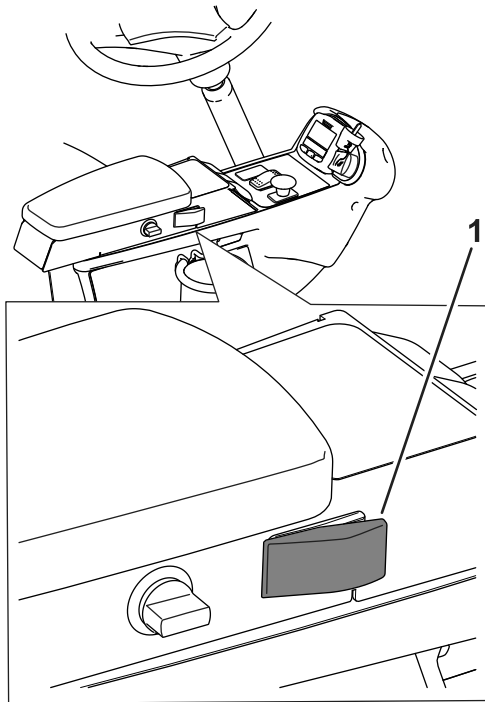
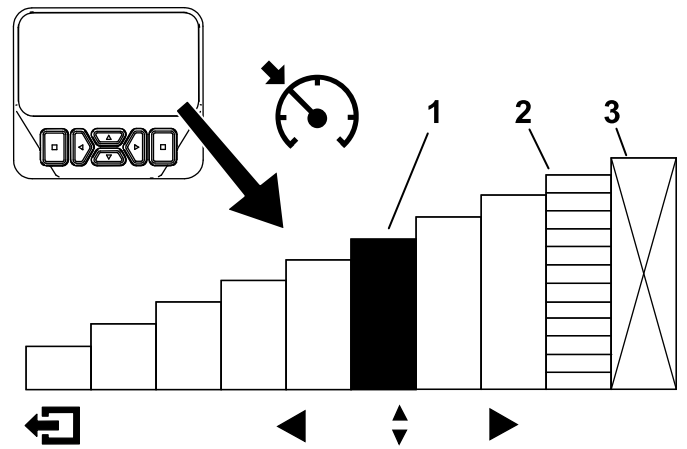

Figura 26
Figura 27
Después de activar el interruptor del control de crucero y establecer la velocidad (Figura 26), utilice el InfoCenter para ajustar la velocidad del control de crucero (Figura 6 y Figura 27).
2. Utilice la pantalla del InfoCenter para ajustar la velocidad del control de crucero (Figura 27).